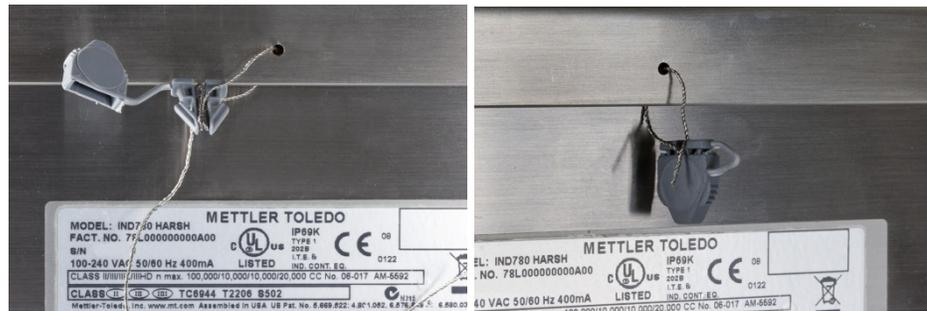

Figura 2-100: Pasos finales de sellado en caja para ambientes adversos
5. Enrede el alambre una vez en el cuerpo del sello (Figura 2-96, Figura 2-100), presione el sello y corte el alambre sobrante.